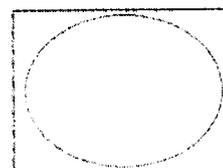

Fig. 38
- Plein pour les émissions diffusées en 16:9 (voir Fig. 38)